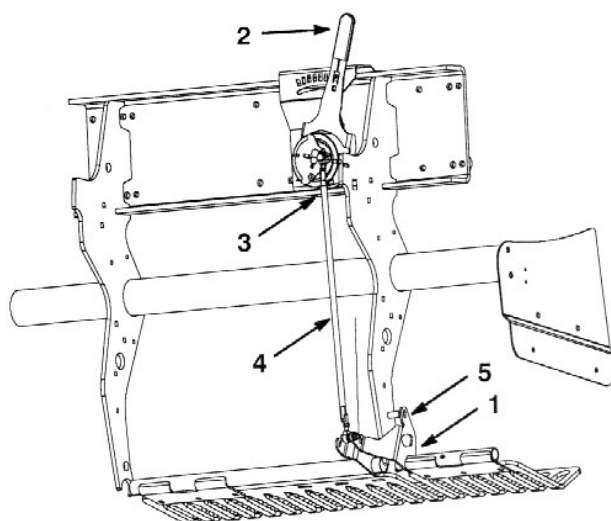

図54
1. 左ターフ・ガード取り付けブラケット (図54) を上に回転させて、固定ピン (5/16" のドリルビットかキャップスクリューを使う) を、ブラケットと深さ設定チューブの間に挿入する。
3. アウトボード・ボール・スイッチをワイヤ・ハーネスから外す (図54)。
4. 深さ調整タイロッドのジャムナット (左右) をゆるめる (図54)。